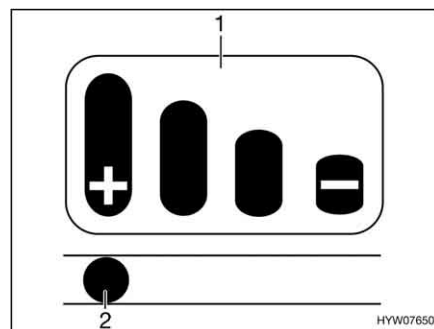

Fig. 144 Indicatore di usura
Sulla maniglia del gancio è montato un indicatore di usura (Fig. 144) con un grafico a barre (Fig. 144,1).
- Se il perno (Fig. 144,2) nel foro ovalizzato si trova sulla marcatura "+", le guarnizioni di attrito sono ancora nuove.